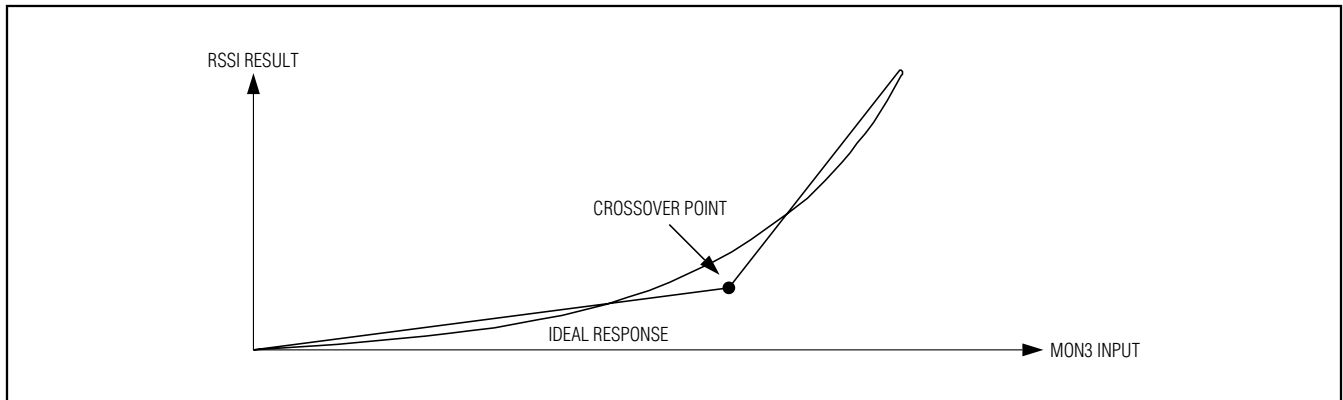

图8. 交越使能时的RSSI
- 交越使能：**对于ADC输入和ADC结果之间存在非线性的系统，应将模式设为交越使能(图8)。APD接收器的RSSI测量即是这种类型的应用。采用交越使能模式可以实现APD增益的分段线性逼近，以修正非线性响应。交越点即为精测范围与粗测范围之间的点。ADC结果在精测和粗测范围切换时不存在滞回。右移、斜率调整和失调均可针对精测和粗测范围进行设置。XOVER FINE寄存器用于确定右移之前的精测ADC转换结果的最大值，XOVER COARSE寄存器用于确定右移之前粗测ADC转换结果的最小值。